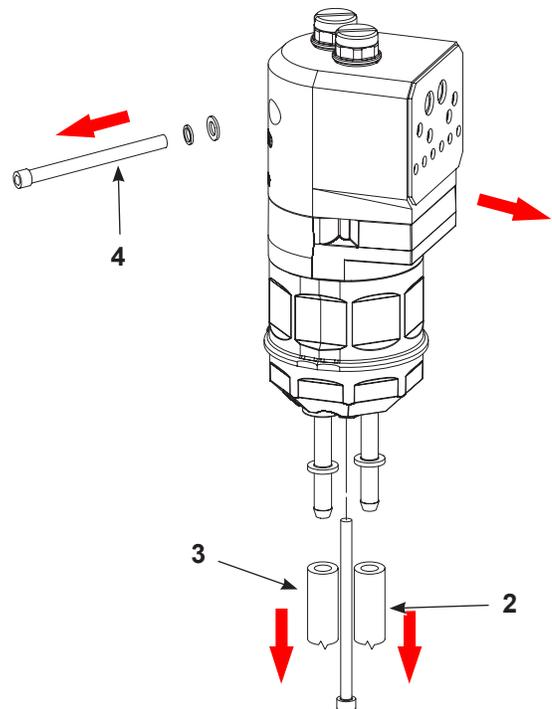
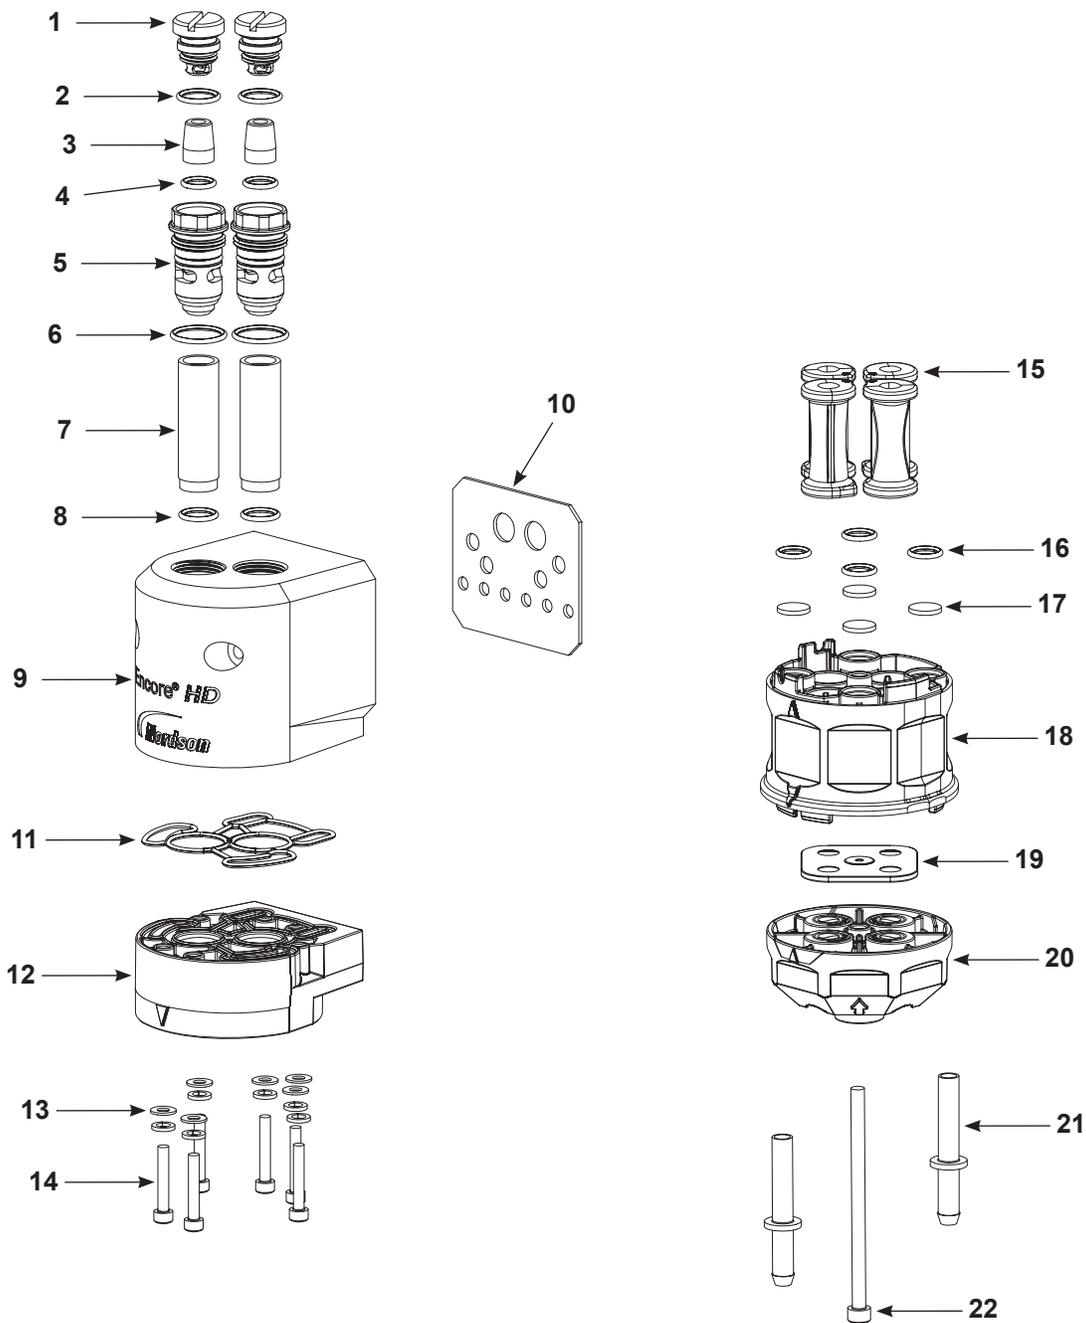

Figura 19 Preparación de desmontaje de la bomba estándar
Figura 20 Desmontaje de la bomba (se muestra una Encore HD)
**NOTA:** Siempre que se desmonte la bomba, debe sustituirse la junta obturadora del bloque Y (pieza 19 en la figura 20).
2. Ver la figura 19. Desconectar los tubos de entrada (2) y salida (3) de polvo de la parte inferior de la bomba.
3. Extraer el hardware de montaje del armario que fija la bomba al panel de la misma (4) y desplazar la bomba a una superficie de trabajo limpia.
4. Ver la figura 20. Empezando con los tubos de fluidificación, desmontar la bomba, tal y como se muestra. No es necesario retirar las juntas obturadoras pegadas con cola a no ser que estén dañadas. Ver *Sustitución de la junta obturadora de la bomba* en la página 23 en caso de que se requiera sustitución.